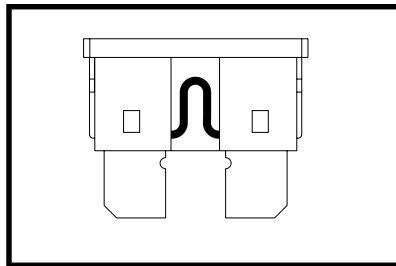

Figure 26. Fusible correct
- Examinez-le pour vérifier s'il est brûlé. Voir les figures 26 et 27.